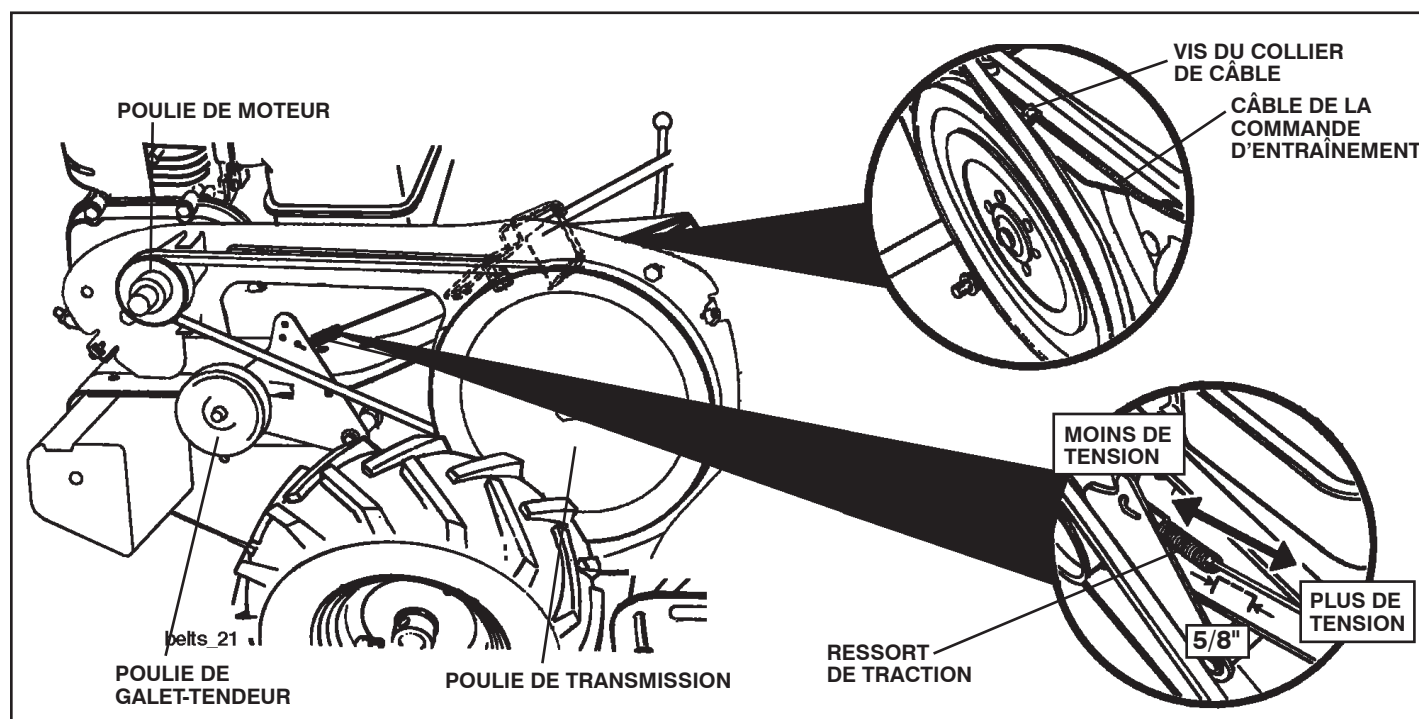

FIG. 26
## RÉGLER LA COURROIE D'ENTRAÎNEMENT À TERRE (Voir la fig. 26)
- Les nouvelles fraises devraient être montées comme illustré dans la figure 26. Les bords de fraise aiguisés tourneront en arrière à partir d'en haut.